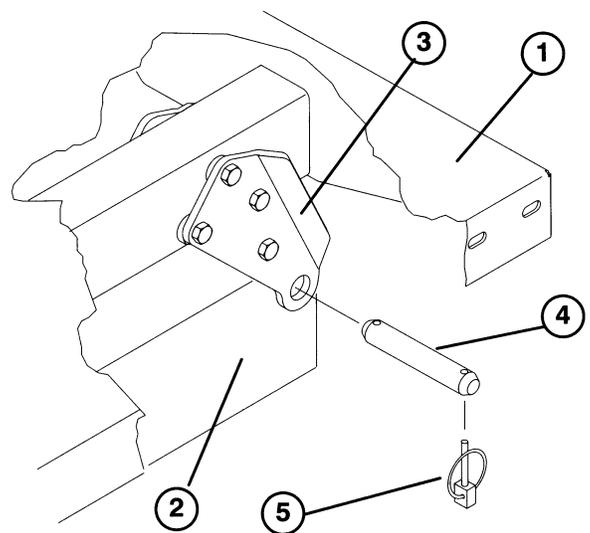

Fig. 2
3. Rimuovere i perni con testa che fissano l'estremità delle aste dei cilindri alle piastre di montaggio del pianale, premendo i perni verso l'interno (Fig. 2).
4. Rimuovere gli acciarini ed i perni con testa che fissano le staffe di articolazione ai profilati del telaio (Fig. 2).
N.B. Verificare che le piastre di articolazione posteriori siano bullonate al telaio o ai profilati del pianale in modo che il lato inferiore sia inclinato all'indietro (Fig. 2).
2. Appoggiare con cautela il pianale sul telaio del veicolo, allineando i fori della piastra di articolazione del telaio posteriore con i fori nel profilato del telaio posteriore, ed inserire i 2 perni con testa e gli acciarini (Fig. 2).